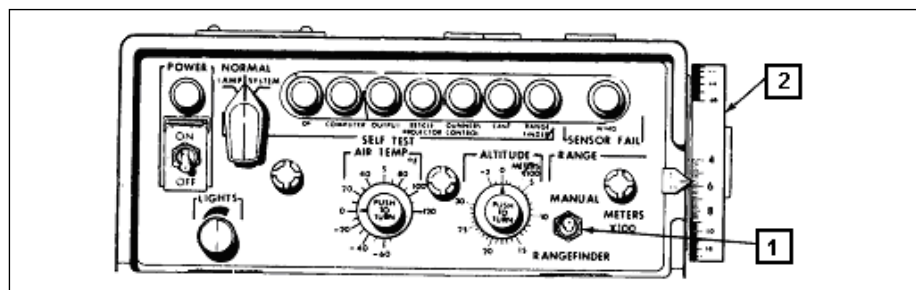

Fig 7-57. Unidade de controle do At
a. Com canal diurno do TTS(Fig 7-57 e 7-58)
- (1) Selecionar um alvo a 800 m.
- (2) Visar pela janela do periscópio e girar o controle de ajuste de luz para iluminar o retículo.
- (3) Colocar a chave de seleção telêmetro/manual (1) em manual.
- (4) Girar o disco medidor de distâncias X100(2) para a distância do alvo, em metros.
- (5) Pressionar o botão/indicador HEP/WP em qualquer unidade seletora de munição.
- (6) Visar pela janela do periscópio e apontar no alvo no centro do círculo, usando os controles manuais de elevação e direção.
- (7) Alimentar e carregar a Mtr.
(10) Reapontar o retículo sobre o alvo, usando os punhos manuais de elevação e giro.
(11) Disparar outra rajada de 20 a 24 tiros. Se a área de impactos envolve o alvo, a Mtr estará regulada. caso contrário, repetir o item (9).
b. Com o canal termal (TTS). (Fig 7-57 a 7-60)
(1) Selecionar um alvo(1) a 800 m.
(2) Com a chave de modo em espera (STBY)(2), visar através a janela do periscópio (3). Girar o controle de ajuste de luz(4) para iluminar o retículo.
- (3) Colocar a chave de seleção telêmetro/manual em manual.
- (4) Girar o disco medidor de distâncias X100 na unidade de controle do At para a distância do alvo, em metros.
- (6) Observando pela janela do periscópio (3) apontar o centro do círculo no alvo, usando os punhos manuais de elevação e direção.
- (8) Disparar uma rajada de 20 a 25 tiros para determinar uma área de impactos.
- (9) Sem alterar a pontaria do Can, visar pela janela. Puxar para fora e girar os botões de alinhamento do retículo em elevação(5) e azimuth(6). Mover o retículo de modo que envolva a área de impactos (7).
- (10) Repetir o item 6.